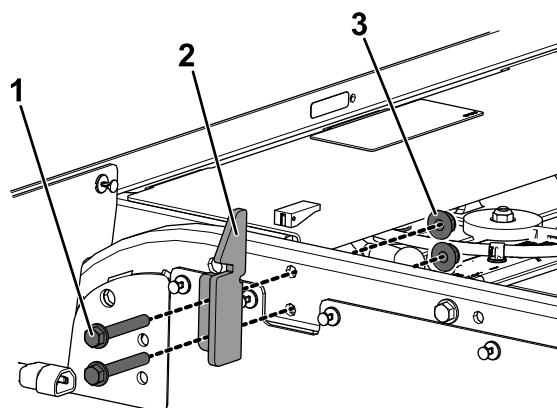

Figur 4
5. Fjern de to drejebolte (1/2 x 4-1/2 tomme) og to låsemøtrikker (1/2 tomme) fra drejebeslaget bagest på maskinen (Figur 4).